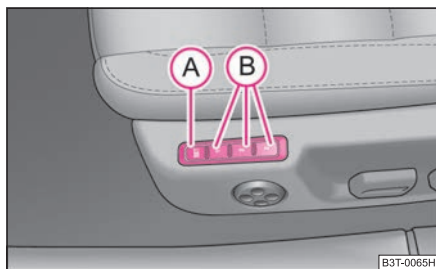

Fig. 64 Asiento del conductor: teclas de memoria y la tecla SET
- Pulse la tecla **SET** (A) ⇒ fig. 64.
- Pulse una de las teclas de memoria (B) en el transcurso de 10 segundos después de pulsar la tecla **SET** - un sonido confirmará la memorización del ajuste de asiento.
La memoria para el asiento le ofrece la posibilidad de memorizar la posición individual de asiento del conductor y del espejo retrovisor exterior. A cada una de las tres teclas de memoria (B) ⇒ fig. 64 se puede asignar una posición individual, es decir, tres en total. Después de pulsar la correspondiente tecla de memoria (B), el asiento y los retrovisores exteriores adoptarán automáticamente las posiciones asignadas a esta tecla ⇒ página 75.
- **Dispositivo automático de pulsación breve de la memoria:** Pulse brevemente la tecla de memoria deseada (B ⇒ página 74, fig. 64. El asiento y los retrovisores exteriores adoptarán automáticamente las posiciones memorizadas (esto sólo es válido si el encendido está conectado y la velocidad es inferior a 5 km/h).
- **Pulsación de Memory:** Pulse y mantenga la tecla de memoria deseada (B) pulsada hasta que el asiento y los retrovisores exteriores se hayan desplazado a las posiciones memorizadas.